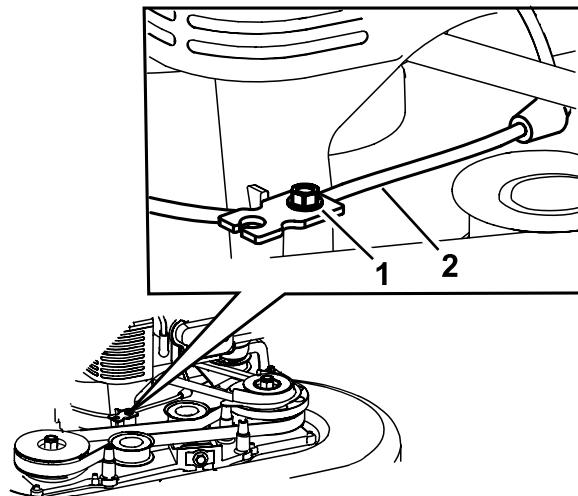

Figure 42
5. Desserrez la vis du serre-câble (Figure 42).